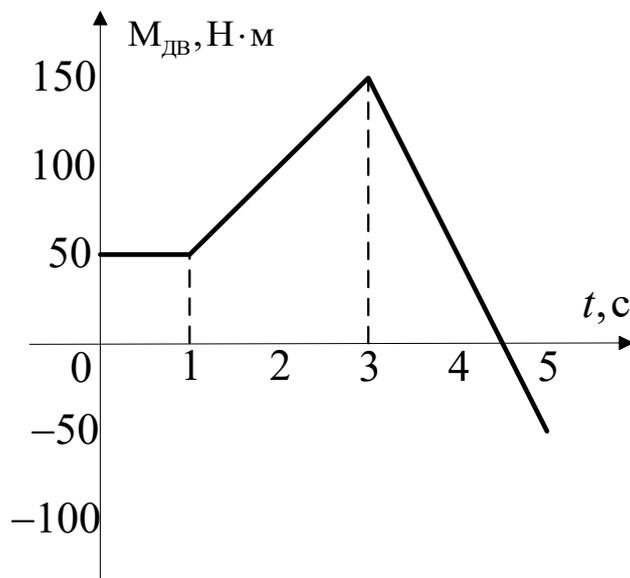

Рис. 1.4. Зависимость момента ЭД от времени
8. Постройте график скорости $\omega(t)$ и угла поворота $\varphi(t)$ жесткого приведенного механического звена с моментом инерции $J_{\Sigma} = 1 \text{ кг}\cdot\text{м}^2$. График зависимости момента ЭД $M(t)$ представлен на рис. 1.4, а активный момент сопротивления равен $50 \text{ Н}\cdot\text{м}$ и начальная угловая частота вращения $\omega_{\text{нач.}} = 100 \text{ рад/с}$.